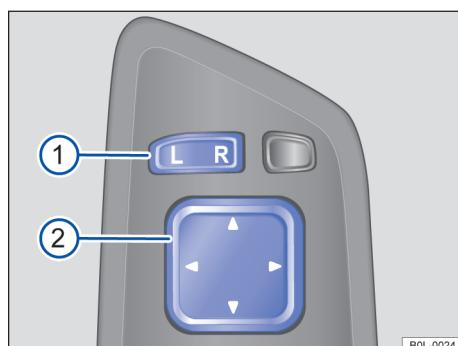

图 75 驾驶员侧车门：车外后视镜操作元件
- 将驾驶员车门上的选择按钮 → 图 75 ① 按压至所需位置。
- 沿符号方向将调节按钮 ② 向前、后、左或右按压，即可将后视镜调整至合适位置。